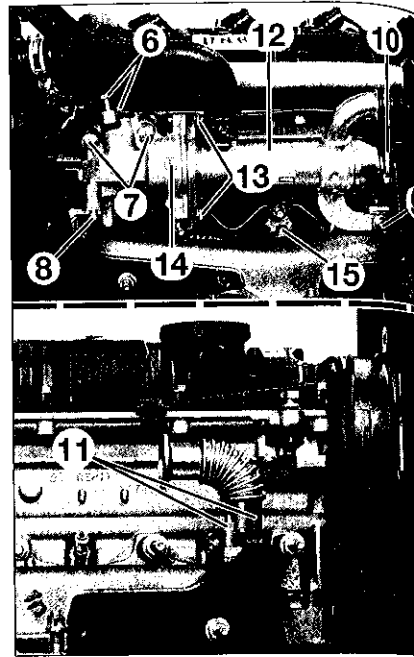
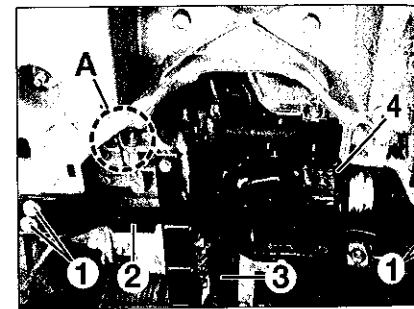

FIG.35
FIG.36
- l'écran thermique (5).
- le collier (10) (Fig.35).
- les vis (6) et (7).
- les écrous (9) et (11).
- Desserrer la vis (8) de fixation inférieure de vanne EGR.
- Écarter l'ensemble vanne EGR électrique (14) et l'échangeur thermique (12).
- les vis (13).
- la vis (15).
- les vis (1) (Fig.36).
- la traverse antirapprochement (2).
- le doseur distributeur d'air de sortie de turbo (3).
- la biellette anticouple (4).